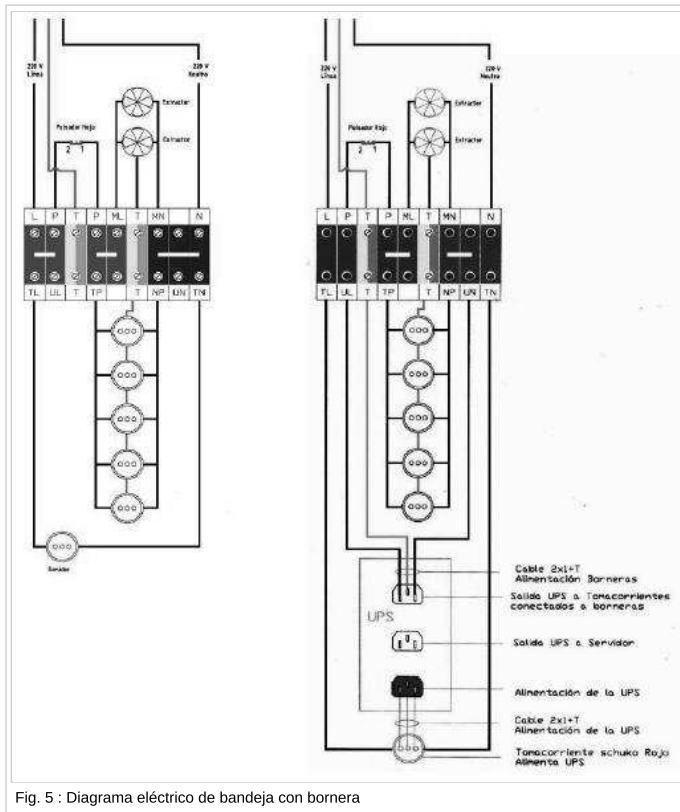

Fig. 5 : Diagrama eléctrico de bandeja con bornera
En caso de que la bandeja eléctrica del rack no estuviera configurada para trabajar con UPS (Fig. 5 izquierda), previo a conectar la UPS se deberán realizar las siguientes modificaciones en la bornera:
6. Retirar de la puerta del rack el autoadhesivo con el esquema de la instalación eléctrica original y colocar el correspondiente a la instalación eléctrica con UPS (Fig. 5 derecha).